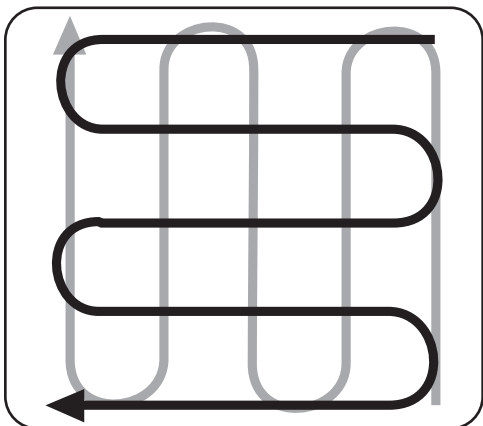

Figura 4-13
- Cuando haya terminado en una dirección, haga una segunda pasada en ángulo recto. Consulte la Figura 4-13. Traslape cada pasada para obtener mejores resultados. El terreno muy duro puede requerir tres o cuatro pasadas para pulverizar completamente el suelo.